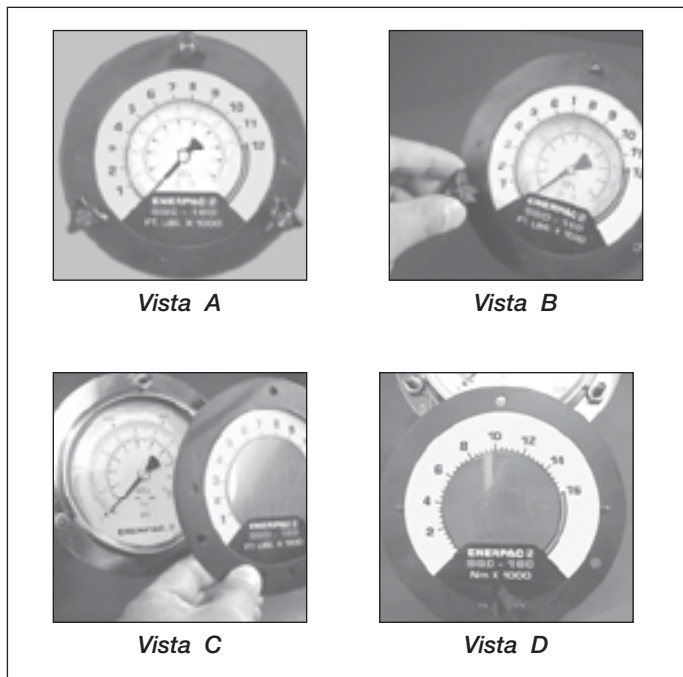

Figura 8, Installazione del disco sovrapponibile
La pompa è fornita con un manometro installato. Per la vostra convenienza, è previsto un disco con i valori della coppia, sovrapponibile da montare sopra alla faccia del manometro e che converte facilmente le letture della pressione in letture della coppia (vedere figura 8, vista A). Il disco sovrapponibile ha le unità imperiali (Ft-Lbs.) da un lato e le unità metriche dall'altro (Nm). Per cambiare le scale, semplicemente capovolgere il disco.
1. Smontare i tre dadi ad alette neri che tengono al suo posto la flangia frontale del manometro (vedere la figura 8, vista B).
2. Smontare la flangia frontale e il disco sovrapposto (vedere figura 8, vista C).
3. Inserire il nuovo disco da sovrapporre (ricordarsi di verificare che il disco corrisponda alla chiave torsionometrica Enerpac che si sta usando) sopra alla flangia, allineando il disco con le depressioni sul retro della flangia (vedere la figura 8, vista D).
4. Mentre si sostiene il disco da sovrapporre dietro la flangia (vedere la figura 8, vista C), introdurre la flangia sui prigionieri della manopola, riposizionando il disco sovrapponibile come necessario, e fissare la manopola, stringendo solo con le dita. La flangia premerà il disco sovrapponibile sopra al manometro e lo fisserà al suo posto. Vedere le istruzioni della chiave torsionometrica per l'ammontare della pressione necessaria richiesta per produrre la coppia desiderata. Notare che la pressione massima varia per le diverse chiavi ed accessori.